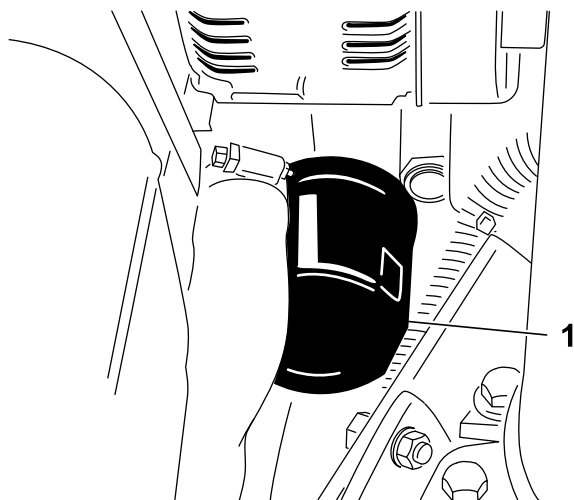

Figura 54
2. Togliete il filtro dell'olio (Figura 54). Applicare un velo di olio pulito sulla tenuta del nuovo filtro prima di avvitare. **Non serrate troppo.**